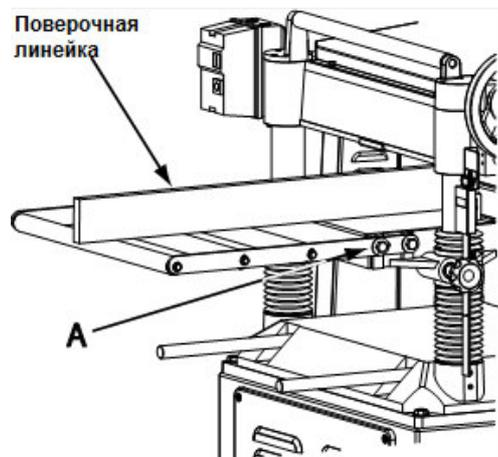

Рис. 16
1. Ослабьте винты и шайбы (A, см. Рис. 16), чтобы установить ролики удлинения в нужное положение, затем снова затяните винты.